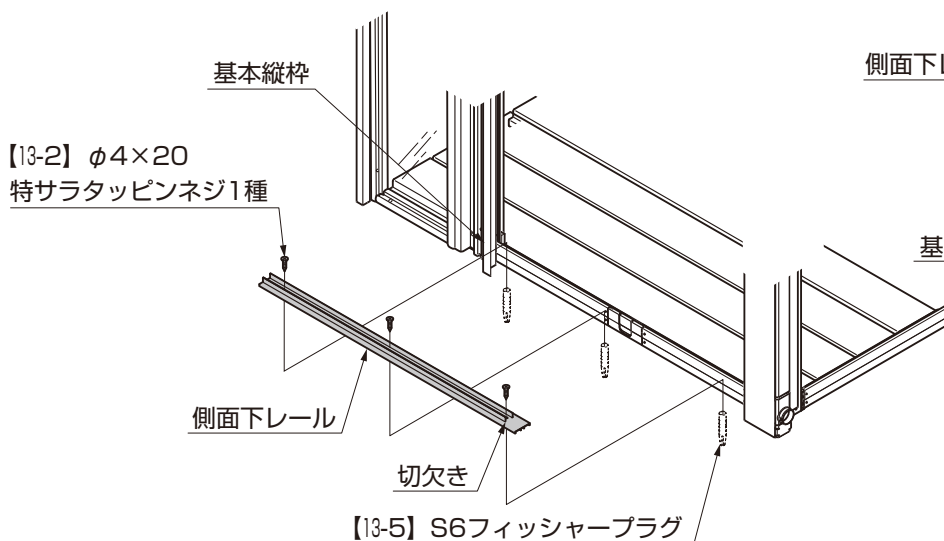

図2-14 土間デッキ仕様の場合
- 土間仕様の場合の側面下レール取付けには【13-5】を使ってください。（図2-14）